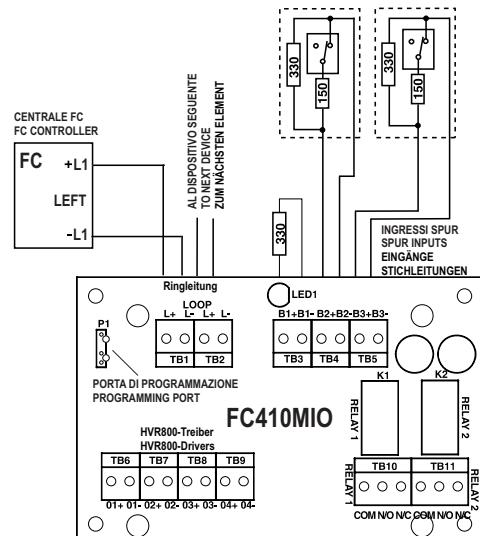

Fig.4: Circuiti SPUR (Classe B), contatti Normalmente Chiusi, Cortocircuito = Guasto
- 4 Vedere Fig. 3 e Fig. 4 per lo schema di collegamento.